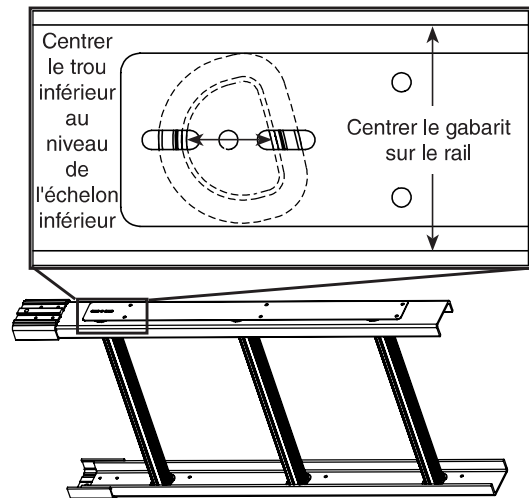

Fig. 2
8. Centrez le trou inférieur dans le gabarit de perçage au centre de l'échelon inférieur de la partie de base, (Fig 2.)
9. Tout en maintenant le trou inférieur dans le gabarit de perçage centré sur l'échelon inférieur, veillez à ce que le gabarit soit centré sur le rail d'échelle. Le haut et le bas du gabarit doivent être équidistants des bords du rail d'échelle, (Fig 2.)